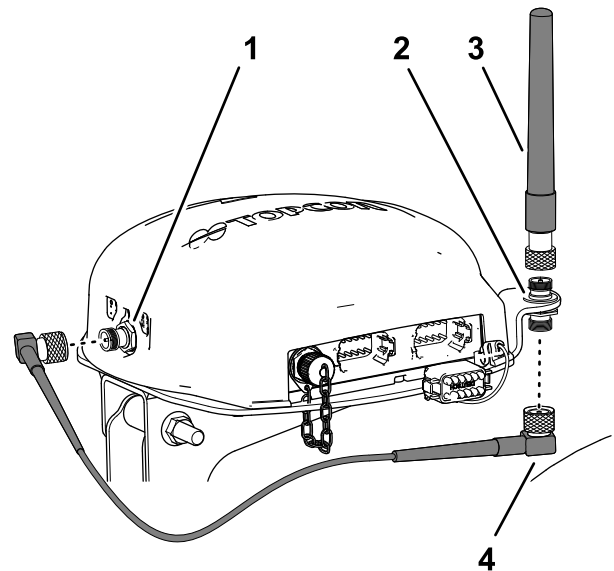

Bild 160
3. Befestigen Sie die RTK-Antenne am oberen Anschlussstück der Koaxialkupplung und ziehen die Mutter der Antenne mit der Hand an (Bild 160).
4. Befestigen Sie das Antennenkabel lose am unteren Anschlussstück der Koaxialkupplung (Bild 160).
5. Verlegen Sie das Kabel um die Rückseite des Navigationsempfängers zum Koaxialstecker des CDMA- oder GSM-Mobilfunkmodems (Bild 160).
6. Befestigen Sie das Antennenkabel am Koaxialstecker des CDMA- oder GSM-Mobilfunkmodems (Bild 160).